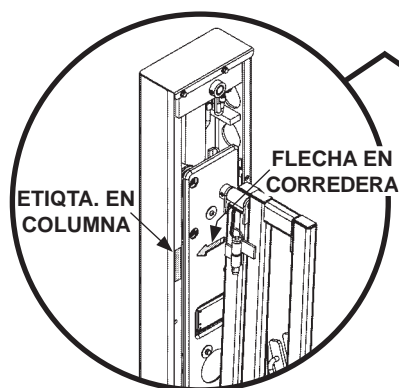
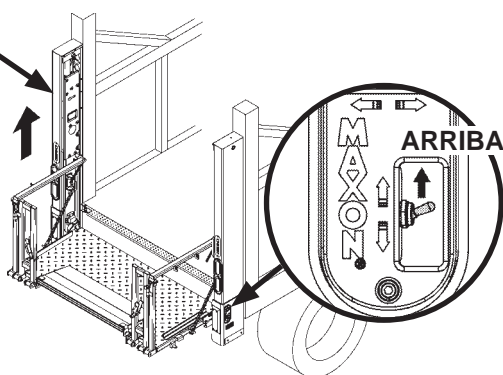

FIG. 28-1B
FIG. 28-1A
1. Utilice el interruptor de la columna para elevar (**ARRIBA**) la plataforma (**FIG. 28-1A**) hasta que la flecha en la corredera y la etiqueta de la columna en la columna izquierda estén alineadas (**FIG. 28-1B**).